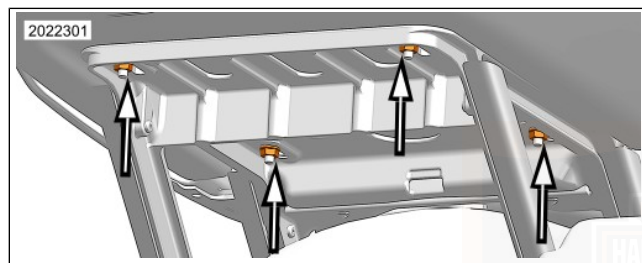

Abbildung 77. Einstellen der Tour-Pak-Position
1. Siehe Abbildung 77. Die vier Muttern lösen, mit denen der Tour-Pak am Träger befestigt ist.